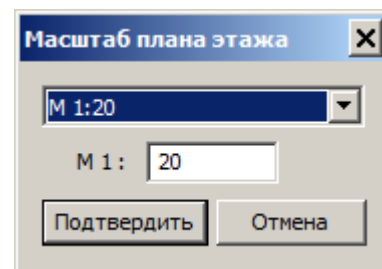

Рис.8.27. Диалоговое окно Масштаб вида
- вызовите диалоговое окно **Масштаб плана этажа** (рис.8.27) щелчком напротив параметра **Масштаб вида**.